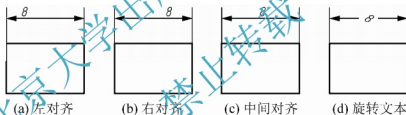

图 6-72 编辑标注文字
- (1) 【左对齐(L)】、【右对齐(R)】和【居中(C)】：将标注文字左移、右移和放置在尺寸线的中间，如图 6-72(a)、6-72(b)、6-72(c)所示。
- (2) 【默认(H)】：将标注文字的位置放在系统默认的位置上。
- (3) 【角度(A)】：将标注文字旋转给定角度，如图 6-72(d)所示。